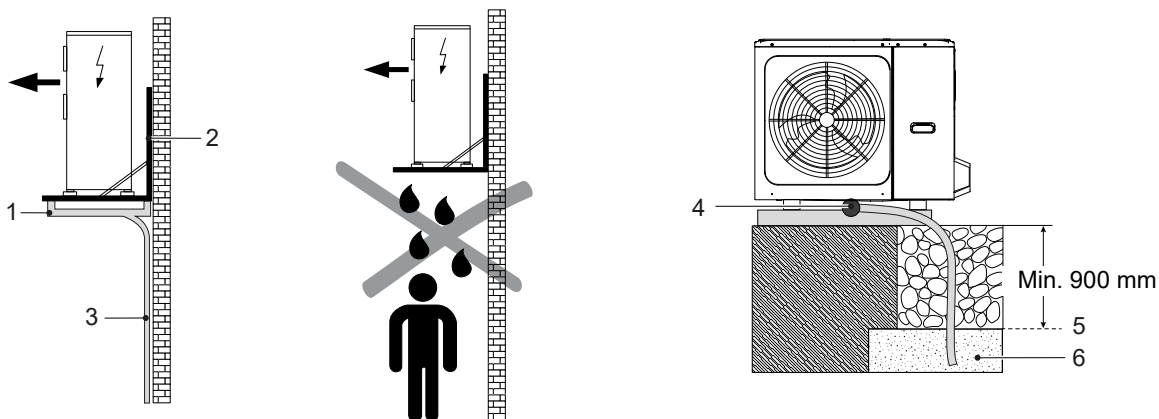

Abbildung 30: Wandmontage
- Bei lang anhaltenden extremen Außentemperaturen kann das Kondenswasser des Außengeräts gefrieren, den Abfluss blockieren und zu verstärkter Eisbildung führen. Das Gerät gegebenenfalls weiter oben an der Wand installieren (siehe „Abbildung 30: Wandmontage“) und Heizkabel als Frostschutz anlegen. Damit das Wasser nicht am Kondensatablauf gefrieren kann, sicherstellen, dass die Kondensatleitung unterhalb der Frostgrenze verlegt wird.